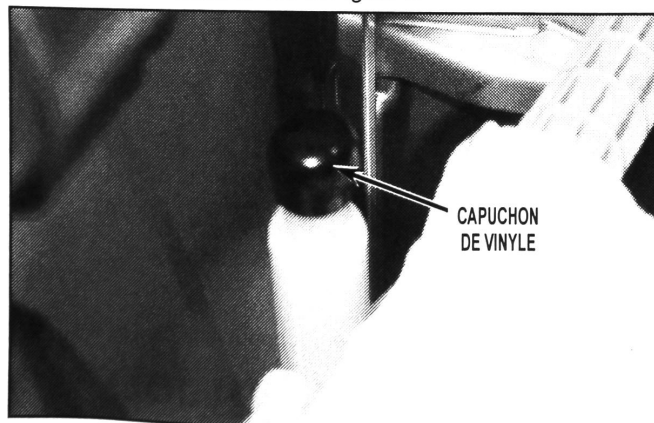

FIGURE 2
- Placer le capuchon de vinyle sur le raccord de connexion au tuyau de ventilation. Voir la *Figure 2*.